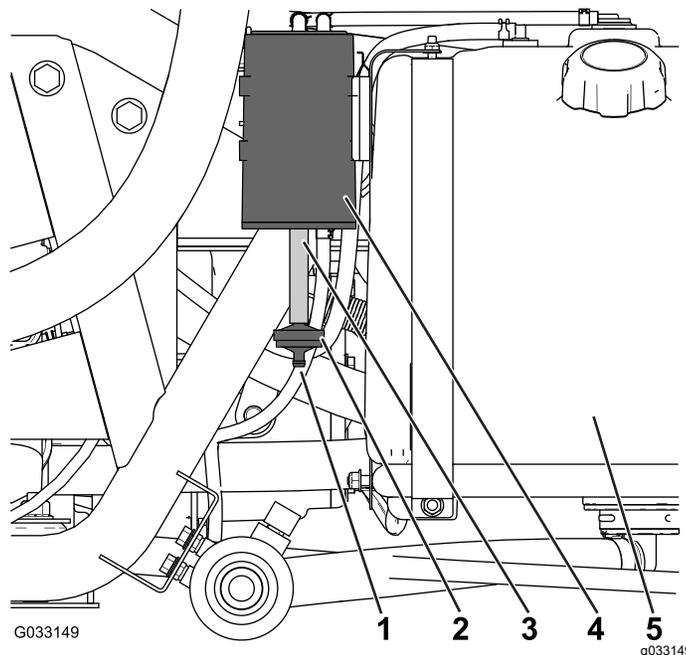

Figura 48
Compruebe el orificio de la parte inferior del filtro de aire del cartucho de carbón y asegúrese de que está limpio y libre de residuos y obstrucciones (Figura 48).
1. Retire el acoplamiento dentado del filtro del cartucho de carbón de la manguera en la parte inferior del cartucho de carbón y retire el filtro (Figura 48).